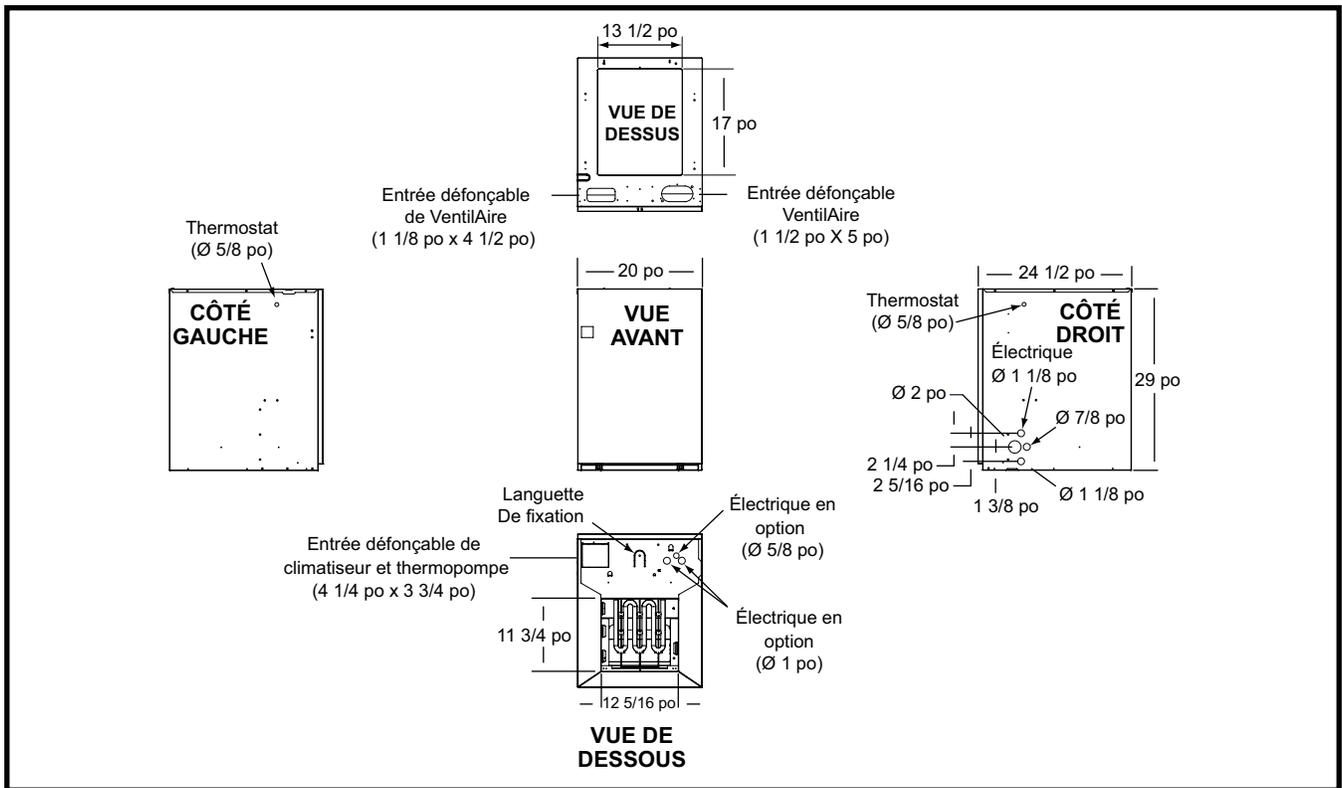
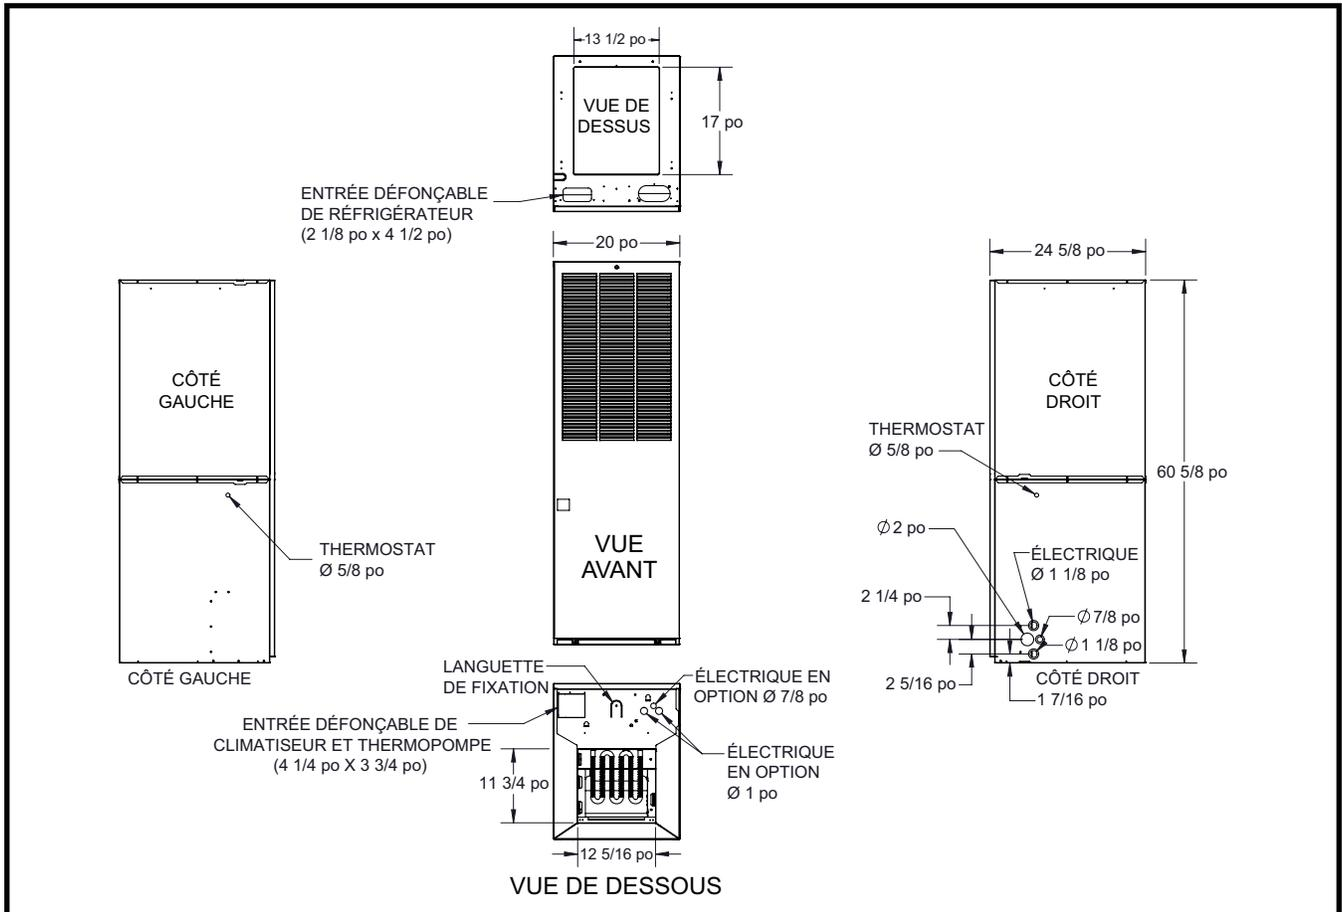

Figure 17. Dimensions physiques de la fournaise E7EM
Figure 18. Dimensions de la fournaise E7EU et E7ED
- Acheminez un ou des circuits d'alimentation 240 V et du câblage 24 V jusqu'au placard. Consultez la Figure 17 (page 13) ou Figure 18 (page 13) pour les emplacements appropriés.